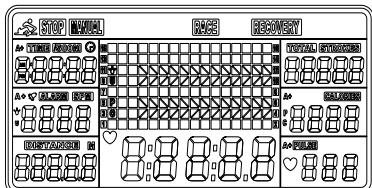
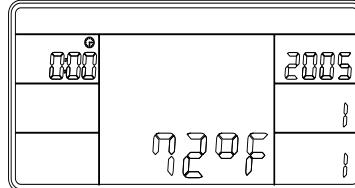

图 1
图 2
1. 安装2节AA号电池，发出一声长长的蜂鸣声，同时LCD全显示所有视窗（图1）2秒，然后进入LCD显示时间和日历模式（图2）。